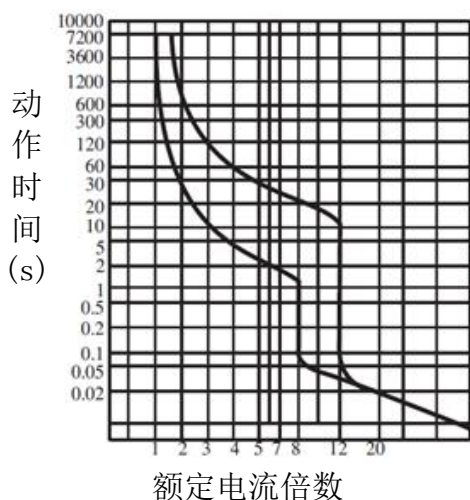
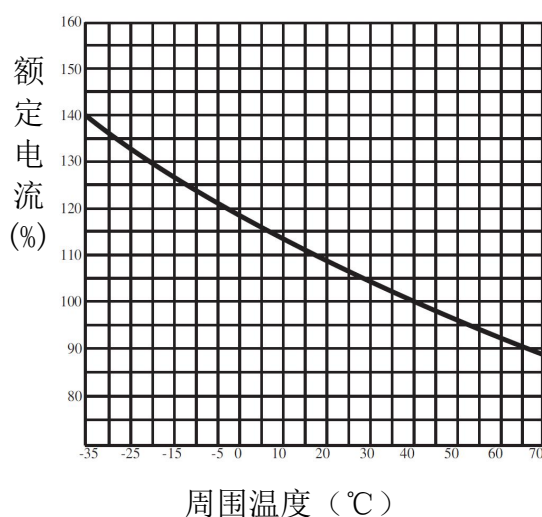

图 1 HYM3L-125 动作特性曲线
图 12 HYM3L-800 温度补偿曲线
4.6 断路器反时限特性曲线及其温度校正曲线见图 1～图 12